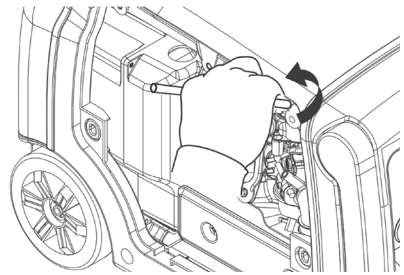

Fig. 25 – Removiendo la bujía
5. Con el auxilio de una llave de bujía remueva la bujía (fig. 25);